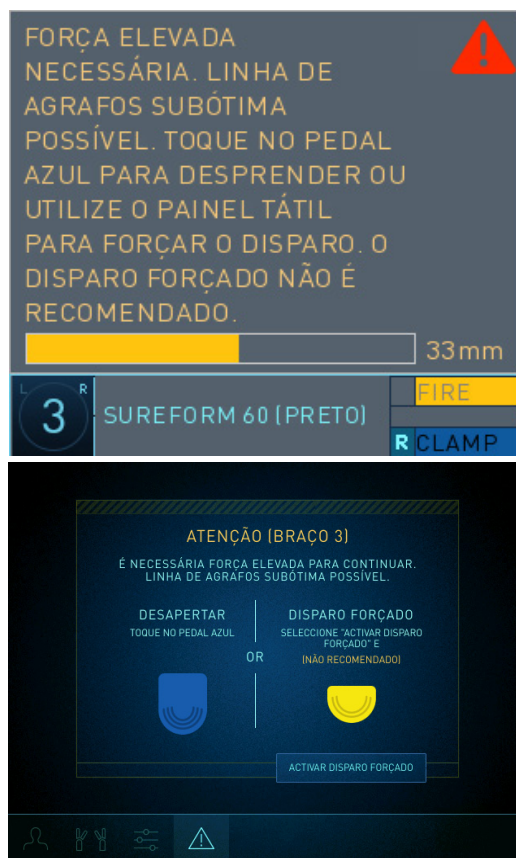

Figura 2.18 Exemplo de mensagem da opção Forçar Disparo
Há duas situações em que o SmartFire não permitirá que o processo de disparo continue e será apresentada ao usuário a opção de Forçar o disparo com uma recarga preta até três vezes com um determinado dispositivo (Figura 2.18):
O tecido será seccionado até a distância indicada na barra de progresso do disparo (Figura 2.18). Haverá pelo menos um grampo totalmente formado logo após o progresso do corte para garantir a aposição do tecido adequado até este ponto. As ações abaixo podem ser realizadas:
- No painel de toque do Console do Cirurgião, habilite a opção Forçar Disparo pressionando o botão associado (Figura 2.18).